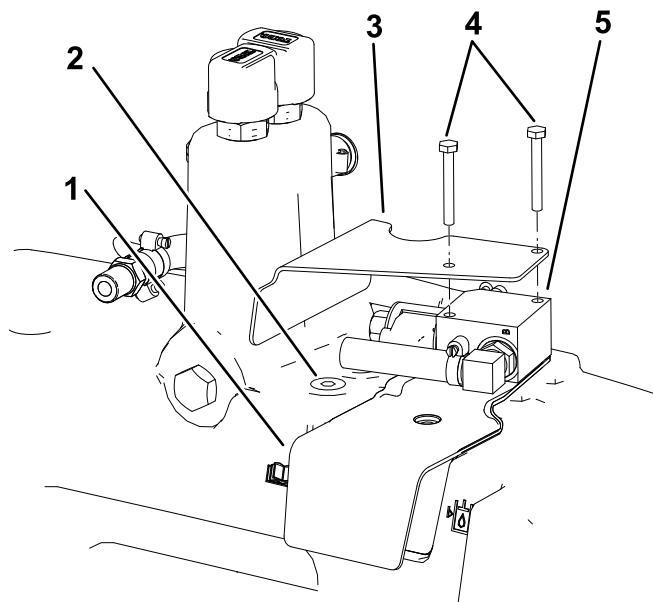

Bild 8
2. 90°-Hydraulikanschlussstücke (2)
5. Befestigen Sie das gezahnte 90°-Hydraulikanschlussstück am Haupthydraulikbehälter (Bild 8).